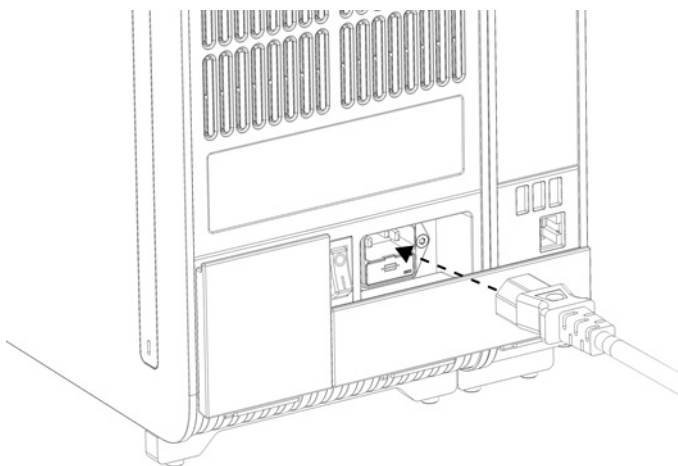

図10.電源コードを接続。
7. QIAstat-Dx Analyzer 1.0 と同梱の電源コードを解析モジュールの背面に接続します（図10）。